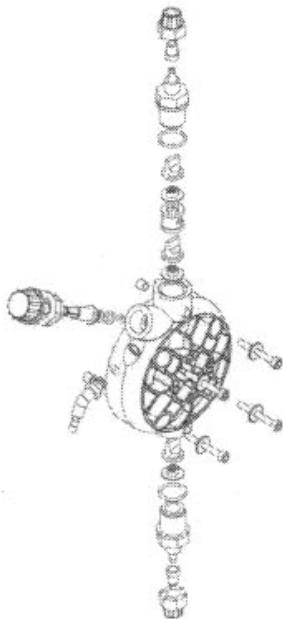

Рис.11
3. Слейте из головки насоса остатки дозируемой жидкости. Это можно сделать, отсоединив насос от системы и установив его вверх ногами на 15-30 секунд (когда насос отсоединен от линии). Если невозможно выполнить эту операцию, то можно снять, а затем снова установить на место головку насоса, которая крепится с помощью 4 винтов (рис. 11).
- концентрации добавки в трубопроводах; уменьшение этой концентрации может быть вызвано износом клапанов, в этом случае клапана следует заменить (рис. 11), или может быть вызвано забиванием фильтра, который следует очистить, как описано ниже в пункте 3 .
Для того чтобы слить из насоса воду, нужно отсоединить насос от контура, перевернуть его вверх ногами и подержать в этом положении 15-30 секунд. Если эту операцию выполнить невозможно, снимите с насоса головку (рис. 11), отвернув для этого четыре винта, а затем снова установите ее на место.